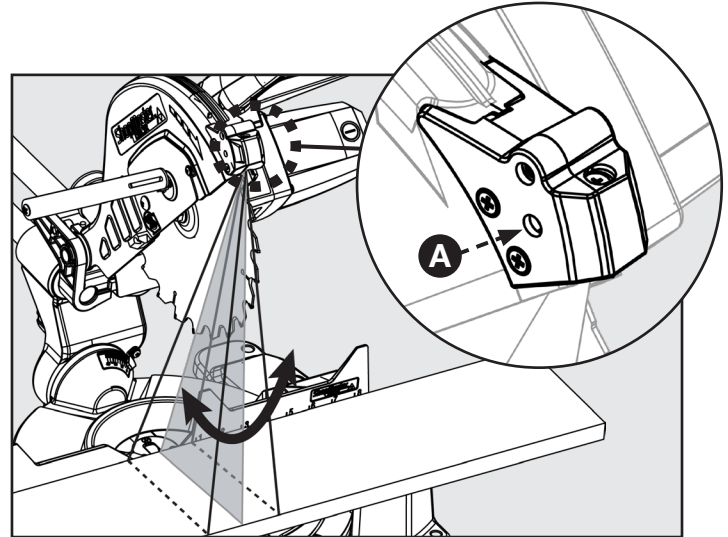

FIGURA 26
Si advierte que la línea del láser no permanece paralela a la hoja a medida que se baja el cabezal de la sierra para realizar un corte, consulte la Figura 26 y siga estas instrucciones: utilice un destornillador Phillips para girar el tornillo (A) a fin de ajustar el ángulo vertical del láser.